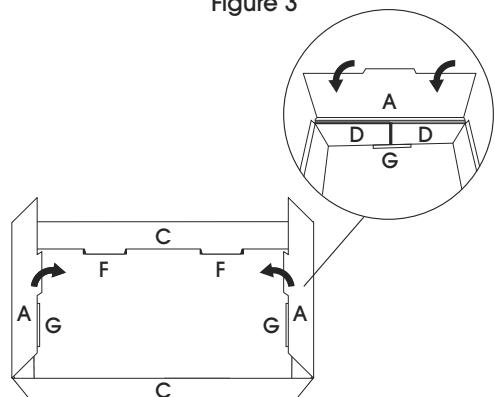

Figure 6
6. Sécurisez les languettes du panneau latéral (C) dans les fentes (F). (Voir Figure 6)
8. Pliez le rabat latéral (A) par-dessus les rabats latéraux (D) et sécurisez la languette du rabat latéral (A) dans les fentes (G). (Voir Figure 6)